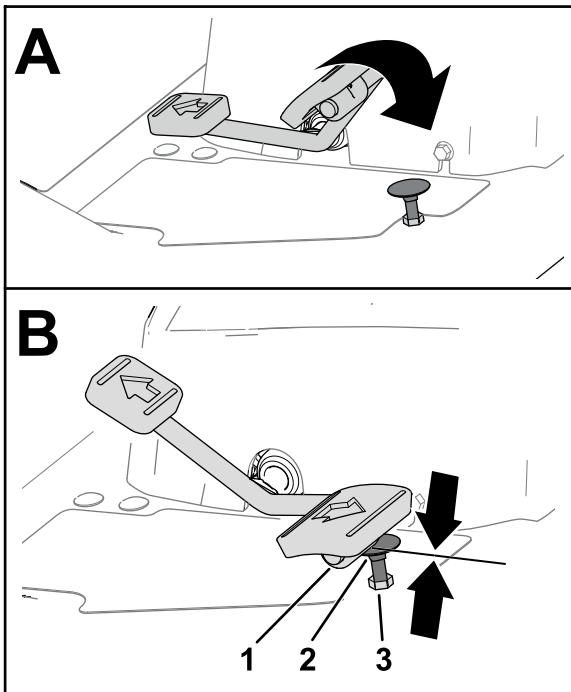
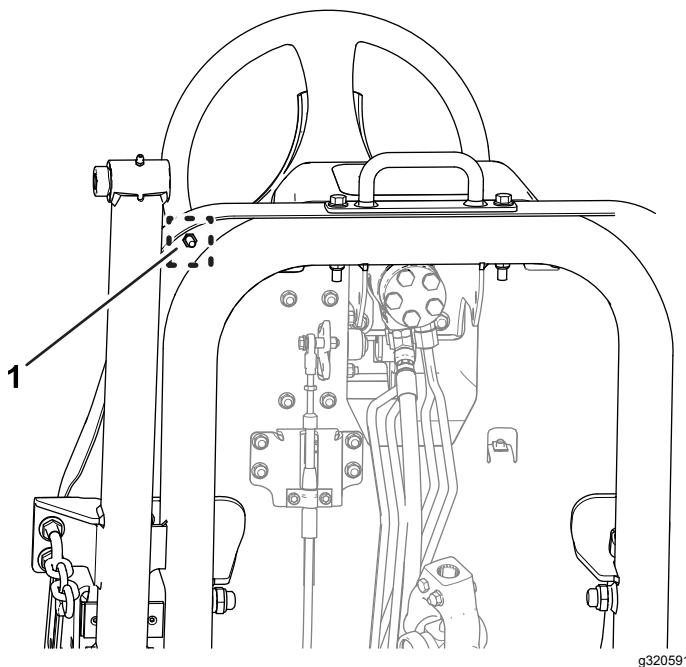

Figure 82
Figure 83
1. Poussez complètement la pédale de déplacement en avant (Figure 82).
- A. Bloquez la butée de la pédale de déplacement (Figure 82) avec une clé.
- B. Desserrez l'écrou de blocage au bas du repose-pied (Figure 83).
- C. Poussez complètement la pédale de déplacement en position avant (Figure 82).
- D. Tout en maintenant la butée de la pédale de déplacement, réglez l'écrou de blocage situé au-dessus du repose-pied (Figure 82) jusqu'à ce que la pédale touche la butée.
- F. Tout en maintenant la butée de la pédale de déplacement, serrez l'écrou de blocage au bas du repose-pied (Figure 82 et Figure 83) à un couple de 37 à 45 N·m.